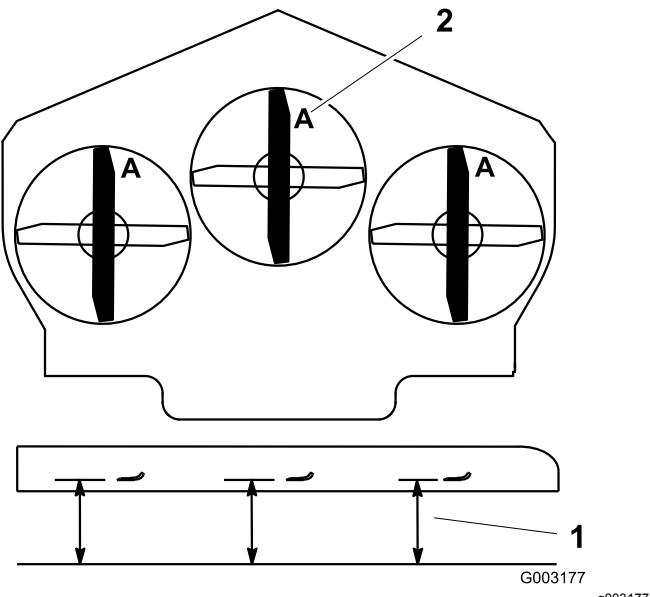

Bild 102
4. Messen Sie von einer ebenen Fläche bis zu den Schnittkante (Stellung A) der Messer (Bild 102).